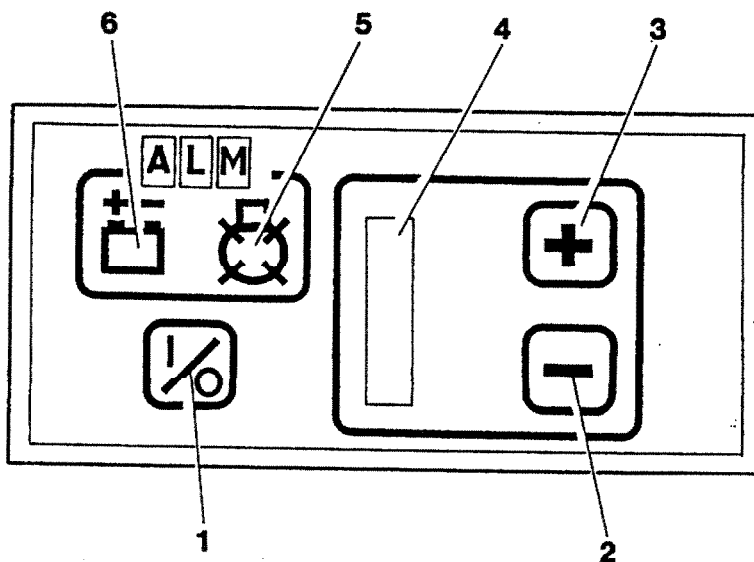
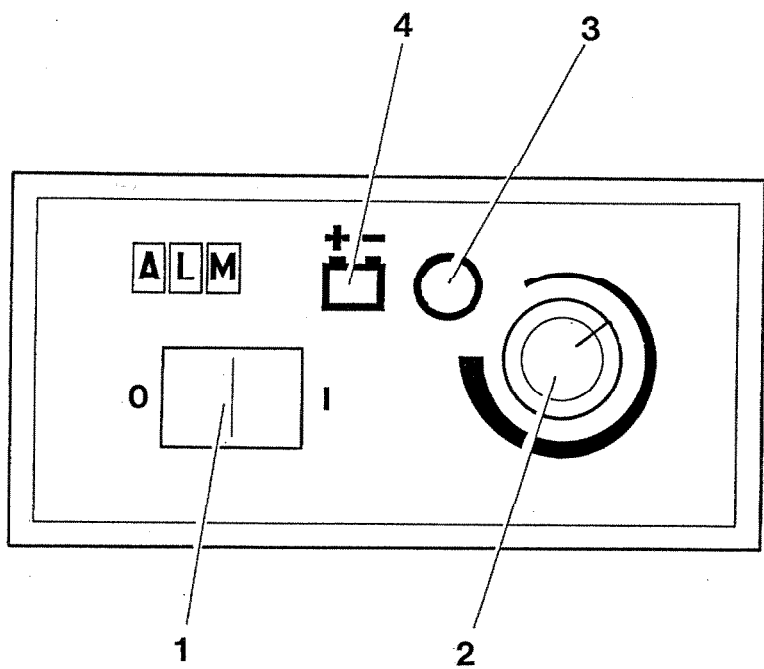

Fig. 1
Fig. 2
Gradateur GRA 0003* (Fig.1)
I.2.2 Mise sous tension du gradateur GRA 0003* (Fig.1)
- Actionner l'interrupteur (1) du gradateur
- Le bargraph (4) s'allume à la moitié de sa valeur
- Régler l'intensité à l'aide des touches (2) ou (3) du gradateur.
Electronic dimmer GRA 0003* (Fig.1)
I.2.2 Switching on the dimmer GRA 0003* (Fig. 1))
- Operate the switch on the dimmer (1)
- The bargraph (4) shows the half of its maximum value
- Adjust the brightness using the switch (2) or (3) of the dimmer.
- En cas de rupture d'au moins une des lampes, le témoin jaune de défaut lampe (Fig.1, Rep.5) s'allume et clignote.
- Appuyer sur l'interrupteur (1) du gradateur (Fig.1)
- Le bargraph du gradateur s'éteint (Fig.1, Rep.4)
I.3.1 Description des commandes de l'ensemble standard gradateur GRA 0011* (Fig. 2)
I.3.2 Mise sous tension de l'ensemble gradateur standard GRA 0011* (Fig.2)
- Mettre en position Marche (I) l'interrupteur (1) du gradateur
- Le témoin de mise sous tension (3) s'allume
- Régler l'intensité à l'aide du bouton gradateur (2).
- If any one of the bulb fails to function, the yellow bulb warning light (fig 1, Rep.5) comes on and blinks.
- Press the dimmer switch (Fig. 1, Rep. 1).
- The indicator light on the dimmer (Fig. 1, rep. 4) turns off.
I.3.1. Description of standard dimmer GRA 0011* set controls (Fig. 2)
I.3.2. Switching on the standard dimmer GRA 0011* set (Fig. 2)
- Turn the dimmer switch (1) to position On (I)
- The indicator (3) comes on
- Adjust the brightness using the dimmer button (2).